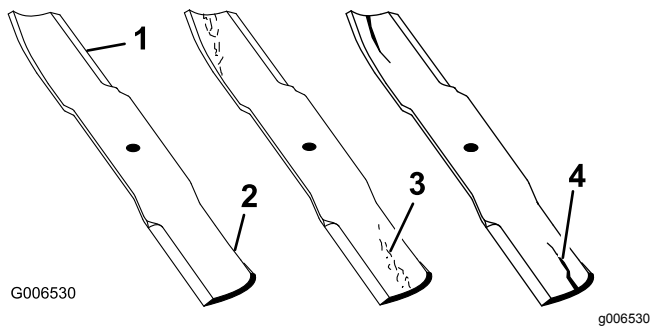

Figura 78
1. Controllate i taglienti (Figura 78).
2. Controllate le lame, in particolare l'area curva (Figura 78).
In caso di danni, usura o scanalature in questa zona (Figura 78), montate immediatamente una nuova lama.